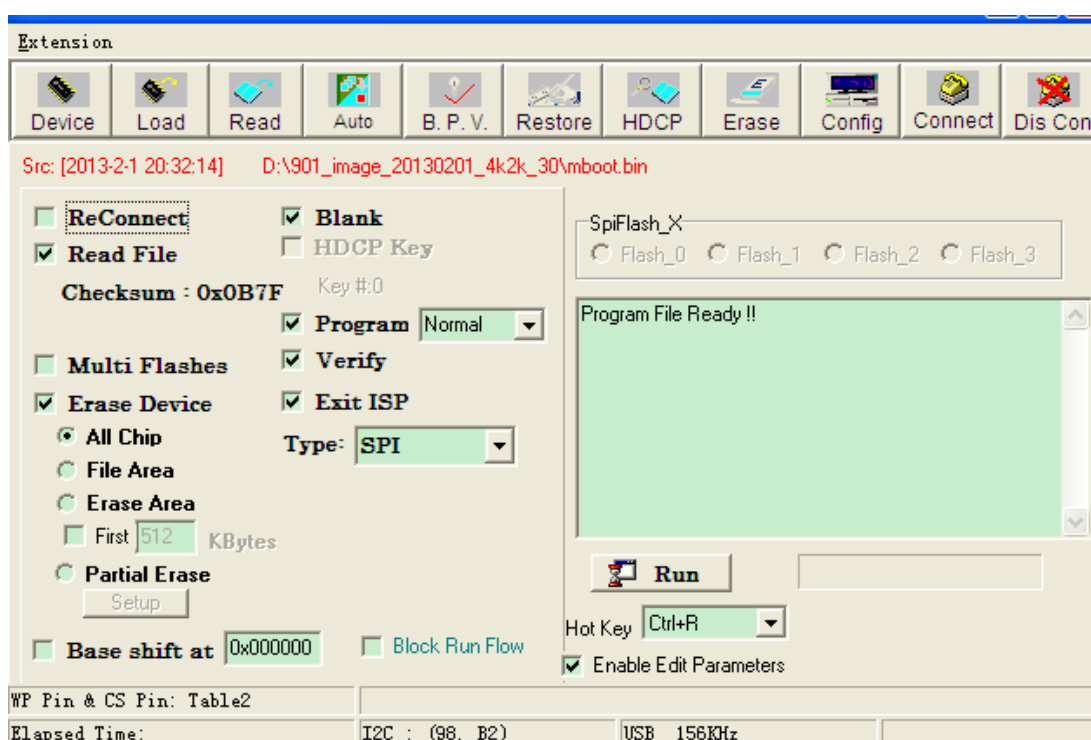
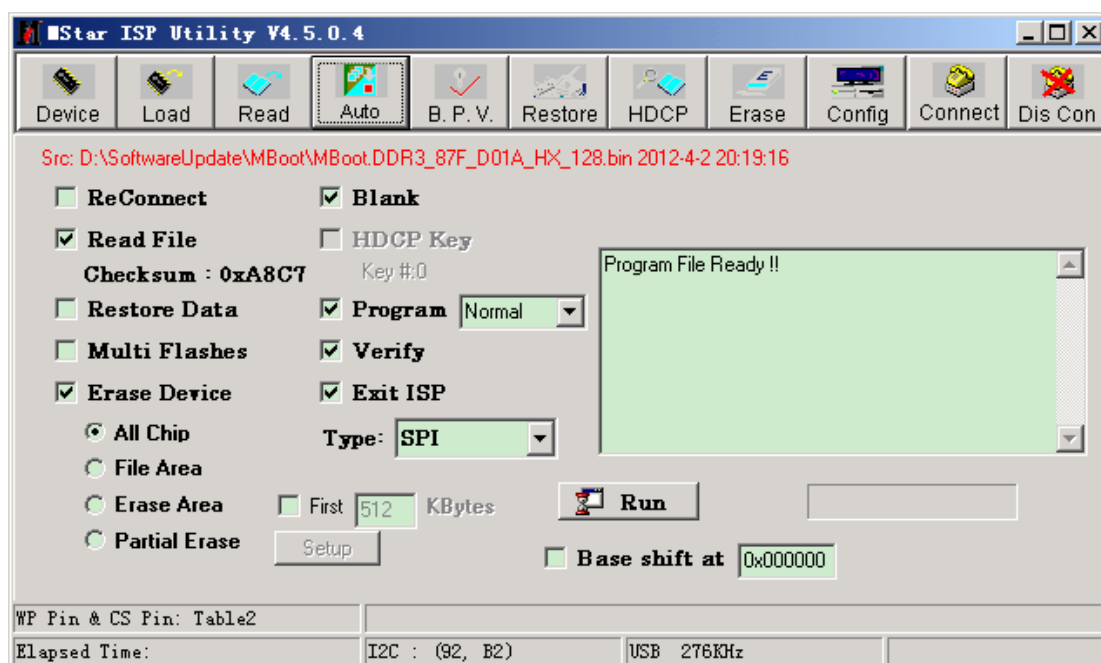

图 3.6
图 3.8
- 9) Mboot 文件选定后, 点击“Auto”按钮, 如下图 3.6。
备注: 对于图 3.6 中 “Auto” 下的设置, 一般就可以成功升级; 特殊的, 也可以设置如下图 3.8 (即左栏选择 All Chip 模式), 这种设置方式, 烧写 Mboot 更为彻底, 少些时间要长一些。